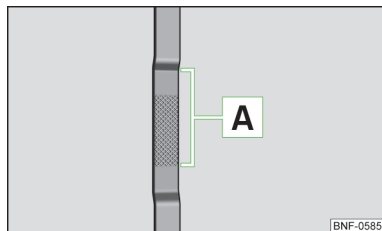

Fig. 100
Varilla de nivel de aceite » fig. 100
- El nivel de aceite no debe estar nunca sobre o debajo de la zona **A** » **fig. 100**. ¡Existe riesgo de daños del motor, así como en el sistema de gases de escape!